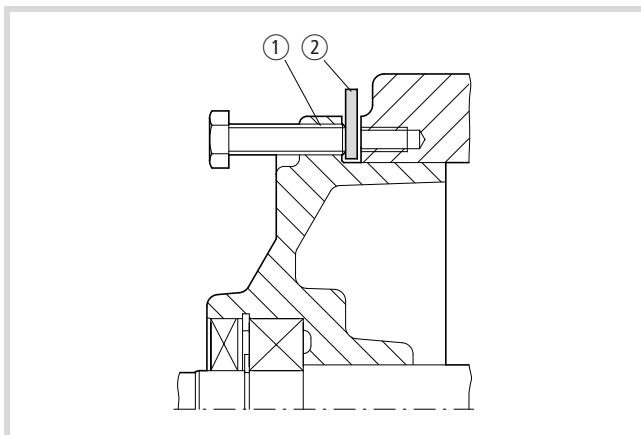

Abbildung 7: Lagerschild aus der Gehäusezentrierung drücken
Zum Schutz der Gewindebohrungen im Gehäuse schieben Sie einen Blechstreifen (→ Legende ② in Abb. 7) unter die Abdrückschrauben, sobald das Lagerschild von den Gehäusenocken abgehoben ist. Bei BG 80 bis 225 werden hierbei beide Wälzlager AS (1.10) und GS (2.09) beschädigt und sind durch neue Lager zu ersetzen.
- ▶ Mit Hilfe der Abdrückgewindelöcher ① in den Lagerschildnocken (in der Regel eine Gewindestufe größer als das Befestigungsgewinde) drücken Sie den Lagerschild einschließlich Läufer aus der Gehäusezentrierung (→ Abb. 7).
- ▶ Mit Hilfe der Abdrückgewindelöcher in den Lagerschildnocken drücken Sie den Lagerschild GS (2.02) aus der Gehäusezentrierung (→ Abb. 7).